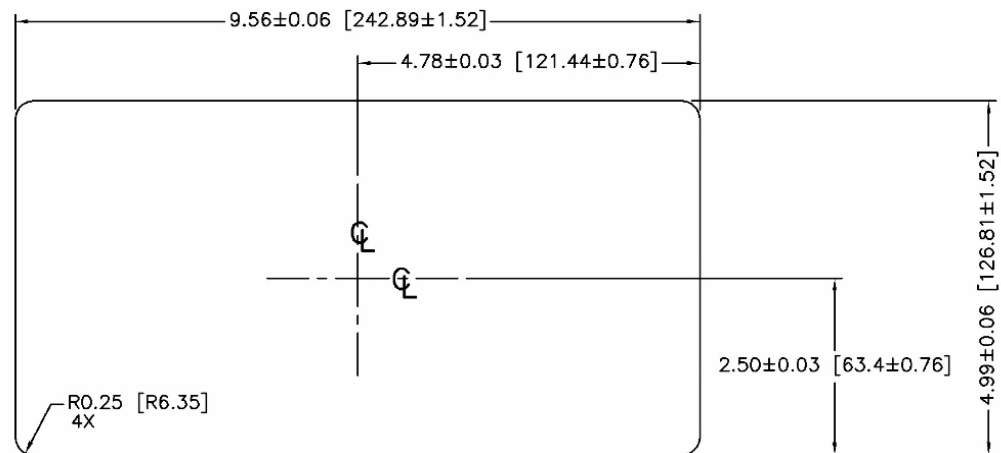

Figure 3-7: Dimensions de découpe du panneau
- La taille de l'ouverture (ou de la découpe) dans le panneau de commande ou l'enceinte industrielle doit correspondre aux dimensions de la découpe du panneau de la Figure 3-7. Les dimensions sont indiquées en pouces et en [millimètres].